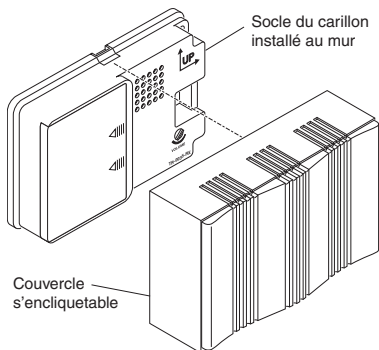

Figure 6
- **Couvercle encliquetable :** Appuyez sur le couvercle jusqu'à ce qu'il s'enclique en place (voir la Figure 6). Pour le retirer, agrippez solidement le couvercle, puis tirez.